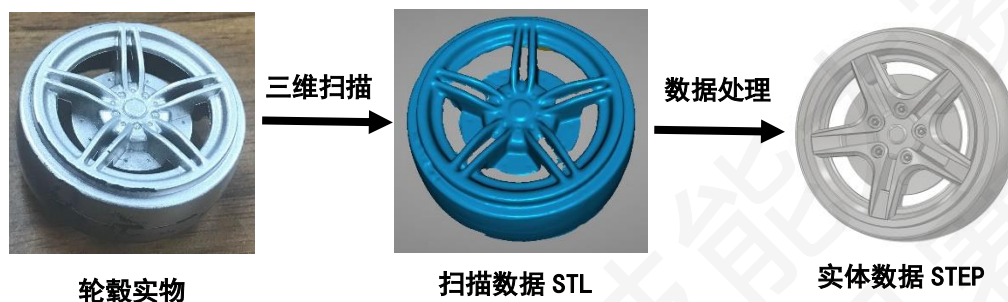

图10 逆向设计示意图
- 3.1.3** 根据设计规范，完成车身和前后翼的CAD设计，并对给定的车轮进行三维扫描，完成车轮的逆向设计，每组选手需要保存好经过三维扫描后获得的车轮三维模型数据STL格式和实体Step格式数据（如图10），最后完成整车的装配建模（车轴、轴承、气罐、羊眼螺钉的数字模型已经存放在D盘根目录下，可直接调用）；